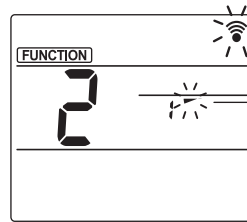

Fig. 3
- ③ Kanatçık açısını ayarlama (Fig. 3)